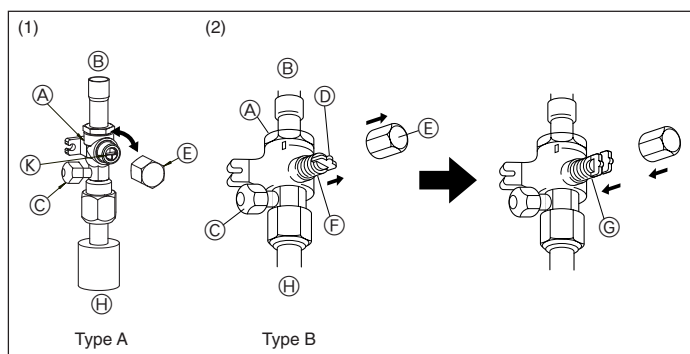
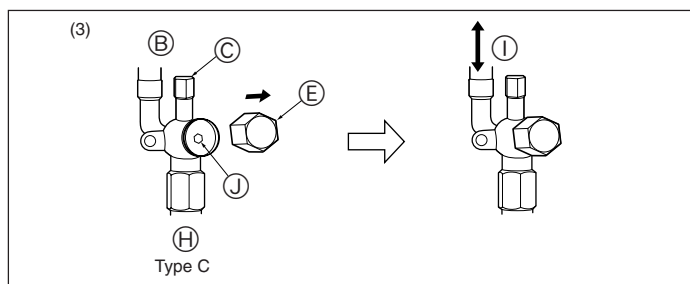

Fig. 5-7
Fig. 5-8
(1) Type A (Fig. 5-7)
- ① Retirer le capuchon, puis tourner le mécanisme d'un quart de tour dans le sens antihoraire à l'aide d'un tournevis plat pour ouvrir complètement la vanne.
- ② S'assurer que la vanne d'arrêt est complètement ouverte, puis replacer et serrer le capuchon dans sa position d'origine.
(2) Type B (Fig. 5-7)
- ① Enlever le capuchon, ramener la poignée vers soi et la tourner d'un quart de tour en sens inverse des aiguilles d'une montre pour ouvrir la vanne.
- ② Vérifier que la vanne d'arrêt est complètement ouverte, appuyer sur la poignée et tourner le capuchon pour la ramener sur sa position d'origine.
(3) Type C (Fig. 5-8)
- ① Retirez le bouchon, et tournez la tige de soupape à fond dans le sens antihoraire avec une clé hexagonale de 4 mm. Arrêtez de tourner quand elle frappe la retenue.
- ② Vérifier que la vanne d'arrêt est complètement ouverte et tourner le capuchon pour le ramener sur sa position d'origine.